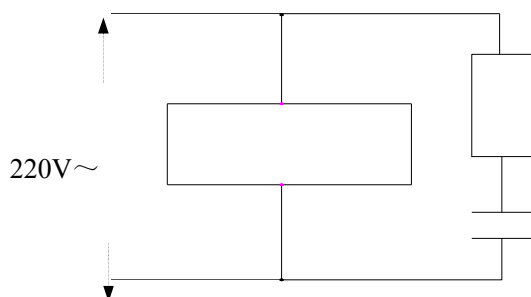
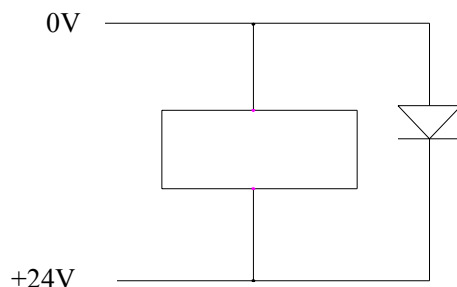
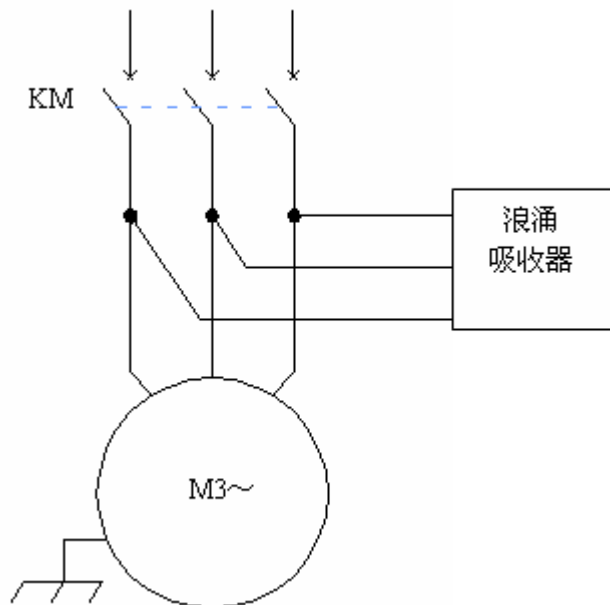

图 1-4-1
图 1-4-2
图 1-4-3
- ① CNC 要远离产生干扰的设备（如变频器、交流接触器、静电发生器、高压发生器以及动力线路的分段装置等）。
- ② 要通过隔离变压器给 CNC 供电，安装 CNC 的机床必须接地，CNC 和驱动单元必须从接地点连接独立的接地线。
- ③ 抑制干扰：在交流线圈两端并联 RC 回路（如图 1-4-1），RC 回路安装时要尽可能靠近感性负载；在直流线圈的两端反向并联续流二极管（如图 1-4-2）；在交流电机的绕组端并接浪涌吸收器（如图 1-4-3）。